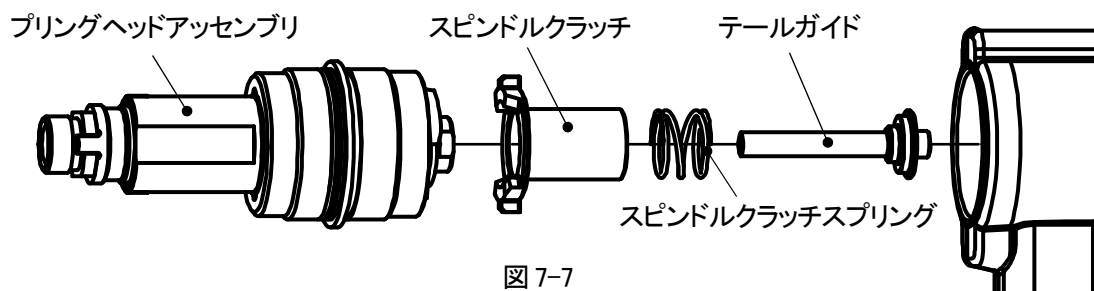

図 7-7
①7-1①②③の要領で SA ノーズハウジング及びプリングヘッドアダプタをツール本体より取り外して、交換してください。
②24mm スパナ又はモンキレンチを使用してプリングヘッドアセンブリを右に回し(左ねじ)て緩め、プリングヘッドアセンブリをツール本体より取り外してください。このとき外れてくる部品を(図 7-7)示します。